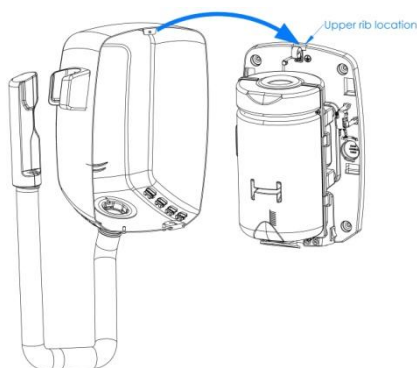

Fig. 9
- Collocare con cautela la carcassa sulla base dell'apparecchio. A tal fine, posizionarla dall'alto verso il basso con una certa inclinazione sulla base, in modo che la linguetta della carcassa si inserisca correttamente nella sede corrispondente della base (Figure 9 e 10).